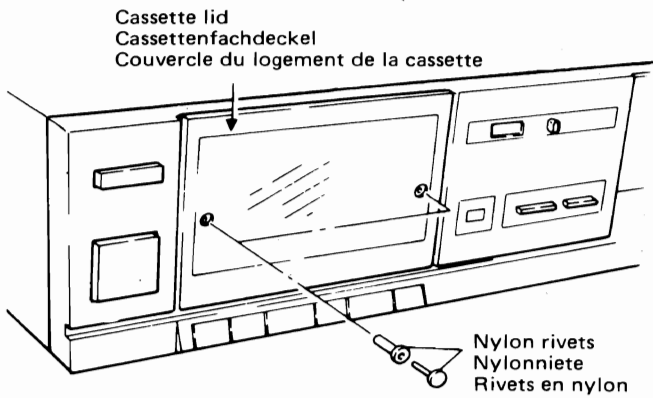

Fig. 1 Abb. 1
- 1. Cassette Lid (Fig. 1)**
- 1. Cassettenfachdeckel (Abb. 1)**
- 1. Couvercle du logement de la cassette (Fig. 1)**